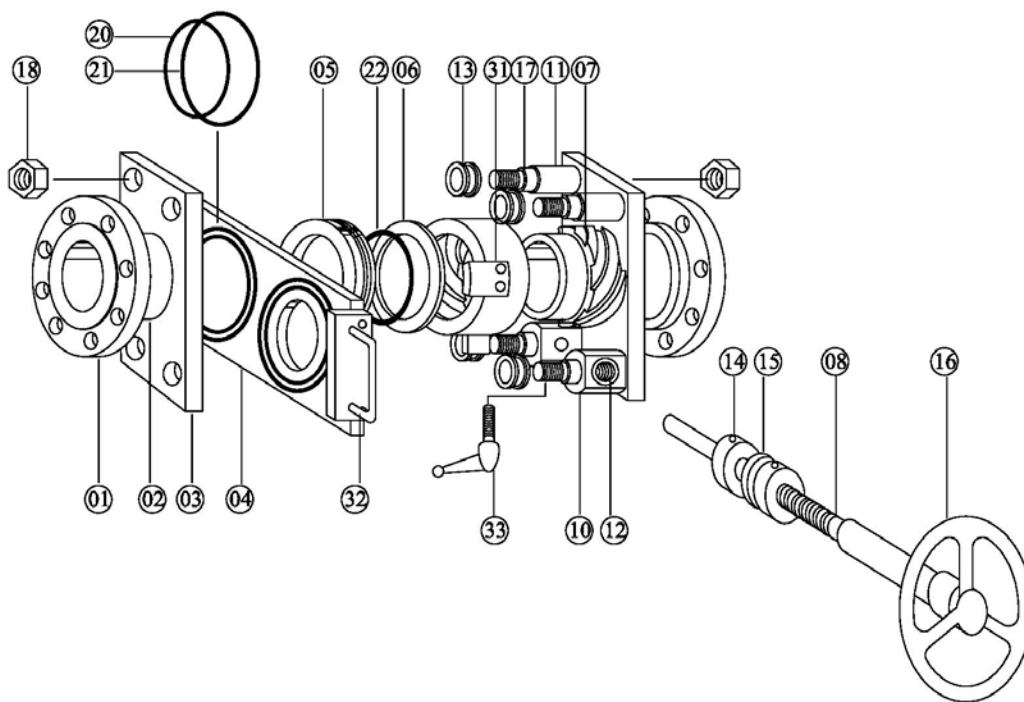

Рис.1
1.3 Наименование и материалы каждой части (см. Рис.1)